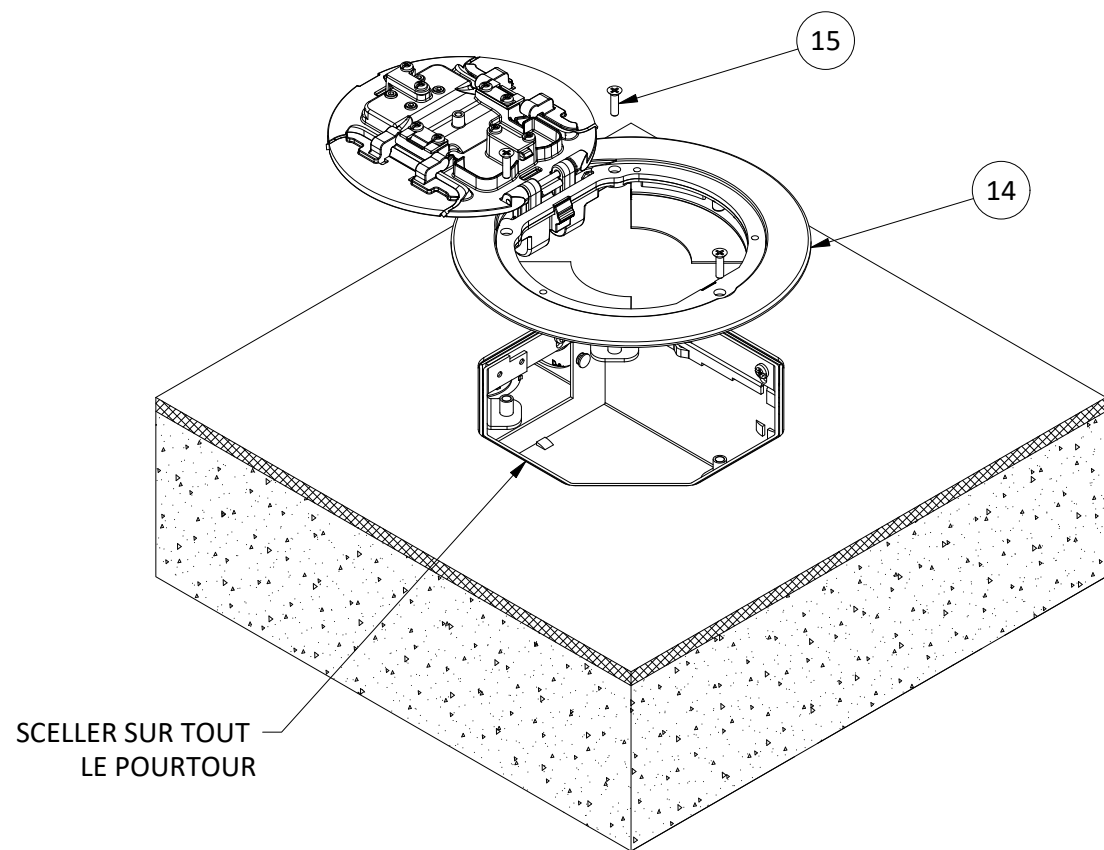

FIGURE 6
20. Obturer le jeu autour du collier de soutien du couvercle [9] avec un cordon continu de silicone de type RTV pour applications électriques (CONSULTER LA FIGURE 6).